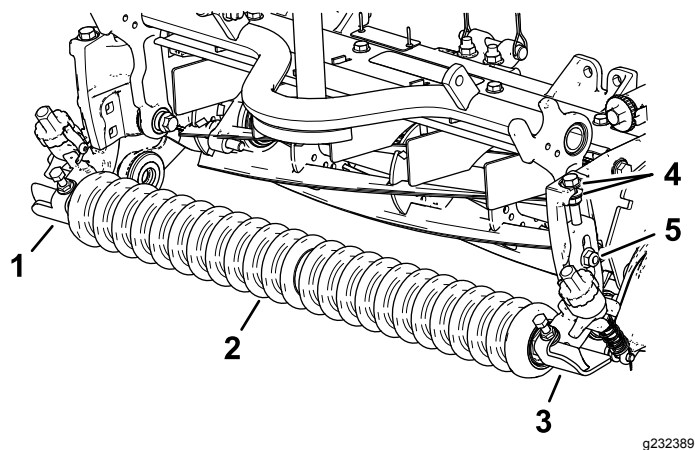

Bild 11
1. Befestigen Sie die linke und rechte Schnitthöhenhalterung und die Frontrolle mit den zuvor entfernten Schlossschrauben lose an den Seitenplatten der Schneideinheit (Bild 11).